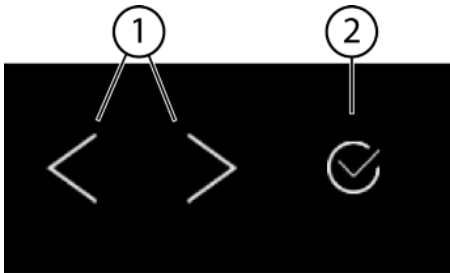
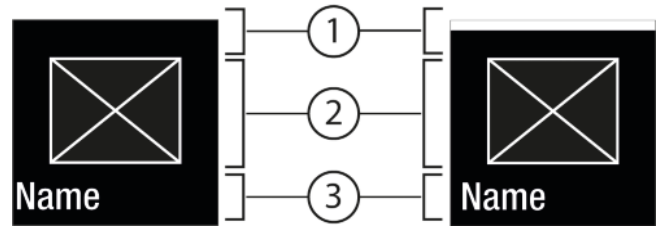
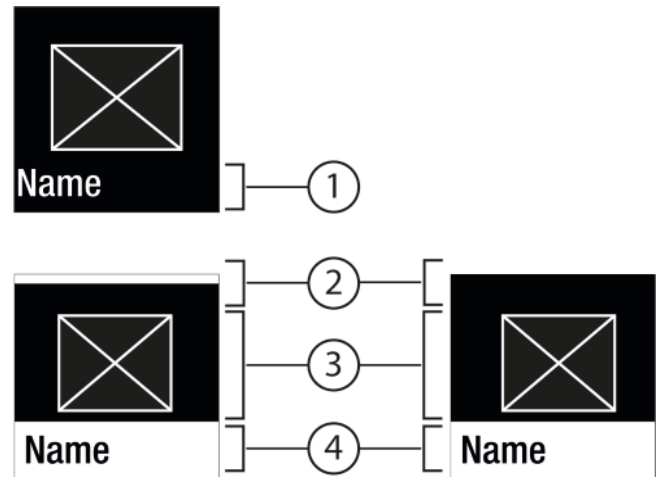

Fig. 5
Fig. 6
Fig. 7
(1) Săgeată pentru navigare stânga / dreapta
(2) Confirmare
#### Săgeată pentru navigare stânga / dreapta Fig. 5 (1):
#### Confirmare Fig. 5 (2):
- Navigați cu săgeata pentru navigare stânga / dreapta Fig. 5 (1).
- Cu Confirmare Fig. 5 (2) activați Fig. 6 (1) / dezactivați Fig. 6 (1) funcția / setare.
- Cu Confirmare Fig. 5 (2) apăsați Submeniu Fig. 7 (4).
- Setări valoarea nouă: Cu Confirmare Fig. 5 (2) selectați o valoare dezactivată Fig. 6 (1).
- Înapoi în meniu: Cu Confirmare Fig. 5 (2) selectați valoarea activată Fig. 6 (2) deja.
- ▶ Apăsați săgețile pentru navigare Fig. 5 (1) până când este afișată funcția.
- ▶ Apăsați Confirmare Fig. 5 (2).
- ▶ Apăsați săgețile pentru navigare Fig. 5 (1) până când se afișează funcția.
- ▶ Cu săgețile pentru navigare Fig. 5 (1) selectați valoarea de setare.
- ▷ Starea: activată Fig. 6 (1) apare scurt în submeniu Fig. 7 (4).
- ▶ Apăsați săgețile pentru navigare Fig. 5 (1) până când se afișează setările .
- ▶ Apăsați săgețile pentru navigare Fig. 5 (1) până când se afișează setarea dorită.
- ▶ Apăsați Confirmare Fig. 5 (2) timp de 3 secunde.